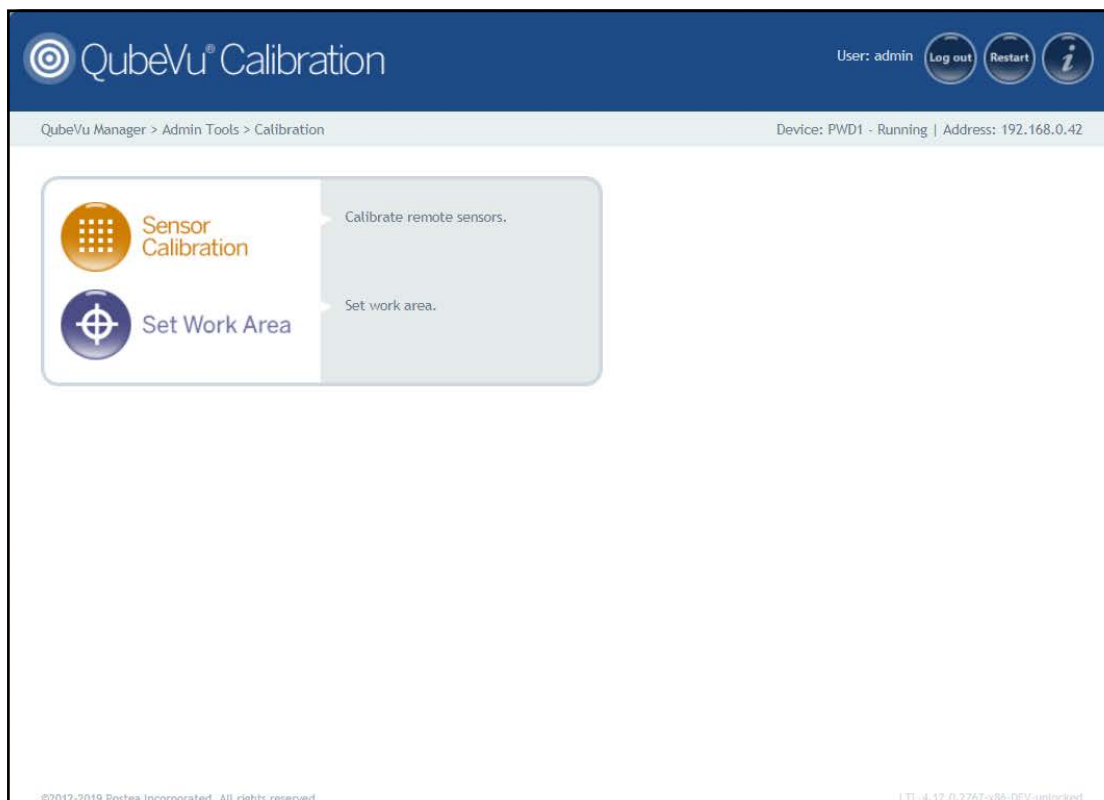

Figura 5-1. Menu Calibration (Calibrazione)
1. Premere  nel menu **Calibration** (Calibrazione) (Figura 5-1 a pagina 26) per accedere al menu **Remote Sensors Calibration** (Calibrazione sensori remoti).
1. Premere  **Set Work Area** nel menu **Calibration** (Calibrazione) (Figura 5-1 a pagina 26) per accedere al menu **Set Work Area** (Impostazione area di lavoro).